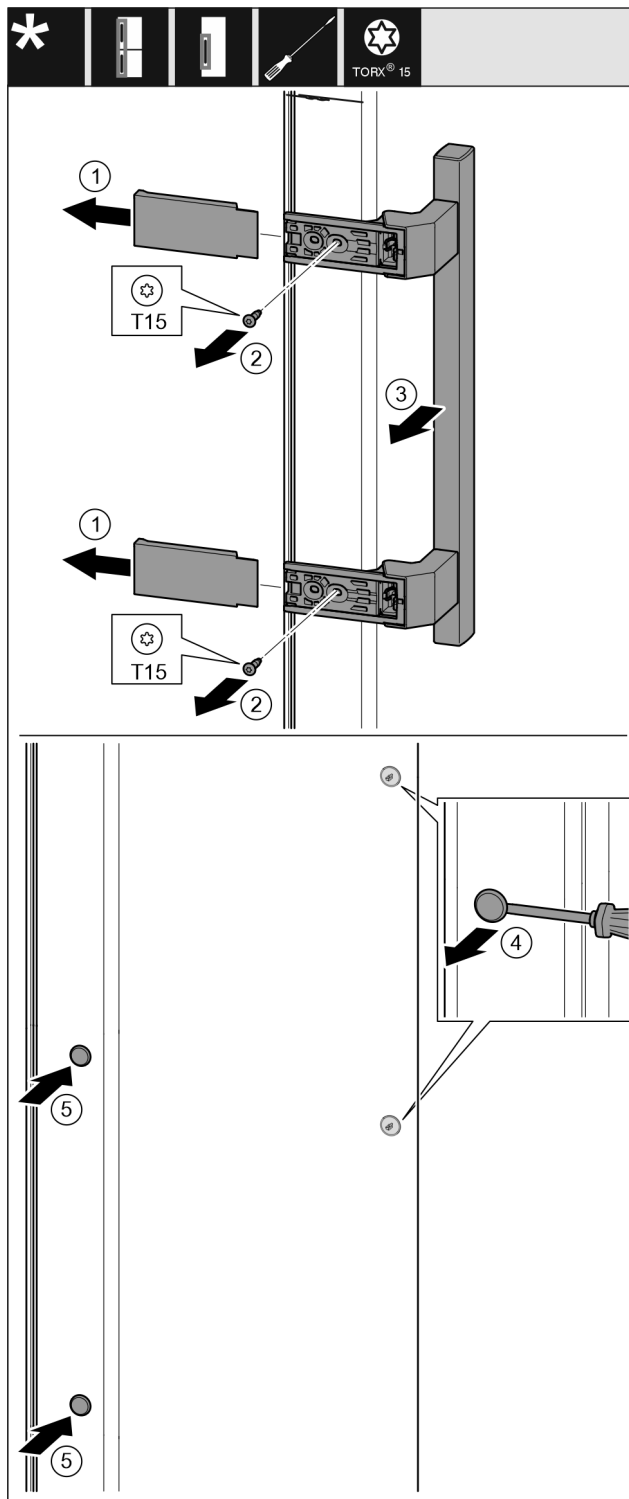

Fig. 21
- ▶ Desprindeți apărătoarea. *Fig. 21 (1)*
- ▶ Extrageți prin rotire șuruburile cu șurubelnița T15. *Fig. 21 (2)*
- ▶ Detașați mânerul. *Fig. 21 (3)*
- ▶ Ridicați cu precauție dopul lateral cu o șurubelniță plată și extrageți-l. *Fig. 21 (4)*
- ▶ Introduceți dopul pe partea opusă. *Fig. 21 (5)*